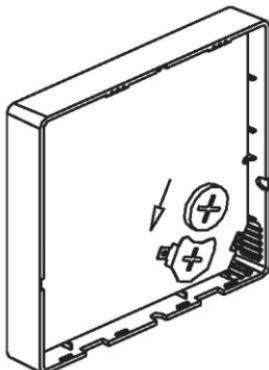

Fig. 3-7
- Posizionare la batteria nel relativo alloggiamento e assicurarsi che il lato positivo della batteria sia sul lato positivo dell'alloggiamento. (Vedere Fig.3-7)